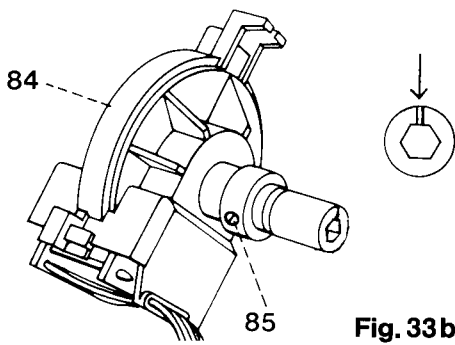

Fig. 33b
- Desserrer la vis 85 (fig. 33b).